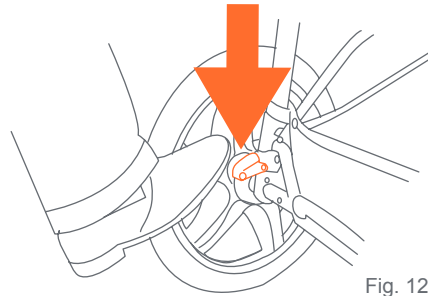

Fig. 12
12) • Para aplicar los frenos, ejerza presión hacia abajo a las palancas del freno situada en el eje trasero. El carrito podría requerir un movimiento hacia delante o hacia atrás para activar el freno (Fig. 12).